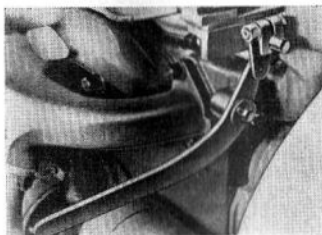

Bild 30.
8. Med bakre dekompressionsspaken ställd så, att ingen kompression erhålles på tre cylindrar, inställes dekompressionsreglagets hävarm i enlighet med vad som visas i bild 30. Drag därefter till klämbulten.